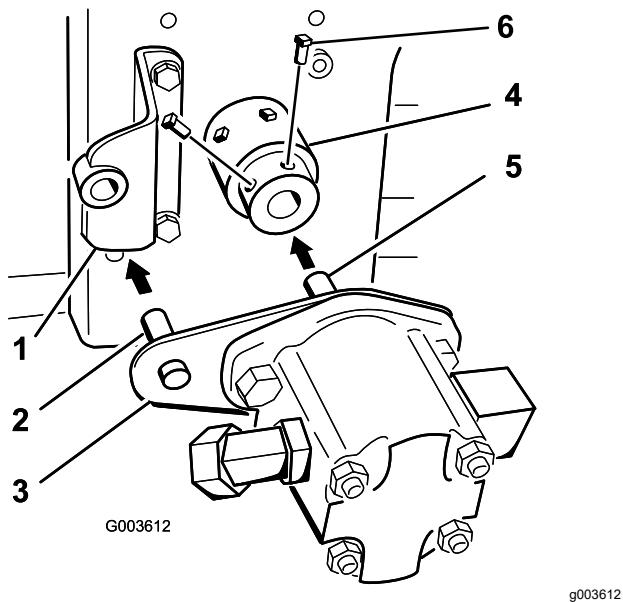

Figura 20
Nota: L'albero della pompa idraulica tocca l'estremità dell'albero della PDF del motore (Figura 20).
11. Applicate il frenafiletto rimovibile alle 2 viti di fermo (5/16" x 3/4") e avvitatele nel gruppo mozzo per fissarlo all'albero della pompa idraulica (Figura 20).